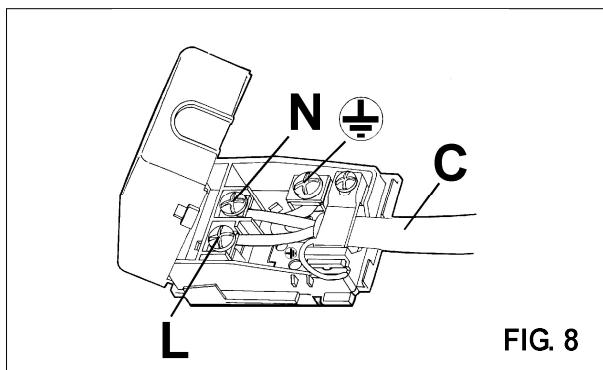

FIG. 8
- Si no se ha suministrado un cable de alimentación con el aparato, conecte un cable con una sección adecuada a la placa de terminales (consulte la tabla del párrafo 6) y deje el cable de toma de tierra más largo que los cables de corriente, de acuerdo con el diagrama de la fig. 8.
- Coloque en el cable de alimentación "C", si no se suministra, una clavija estándar adecuada para la carga indicada en la etiqueta de información. Conecte los cables tal como se muestra en el diagrama de la fig. 8 con cuidado de respetar las indicaciones que aparecen a continuación:
Para realizar la sustitución de componentes ubicados en el interior de la freidora deberá levantar la resistencia y asegurarla en la posición vertical. Extraiga el depósito de aceite y afloje los cuatro tornillos que están debajo (ver la fig. 8). Ahora podrá soltar la superficie de trabajo de la encimera para tener acceso a todos los componentes internos.